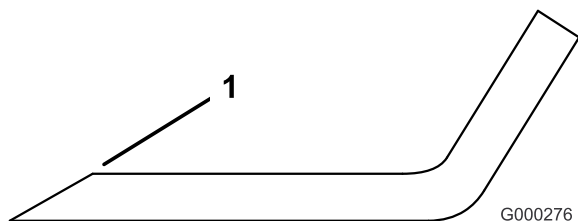

Figure 101
1. Au moyen d'une lime, aiguisiez les tranchants aux deux extrémités de la lame (Figure 101). Veillez à conserver l'angle de coupe d'origine. Limez la même quantité de métal sur chacun des deux tranchants pour ne pas déséquilibrer la lame.